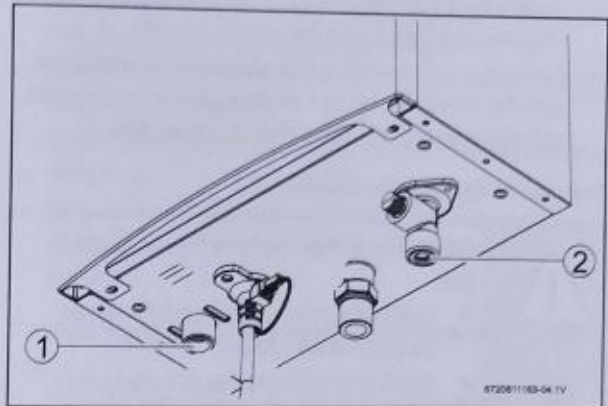

Fig. 15 Conexión de agua
- Realizar las conexiones de entrada (Fig. 15, [2]) y salida (Fig. 15, [1]) de agua utilizando los accesorios de conexión suministrados o recomendados.